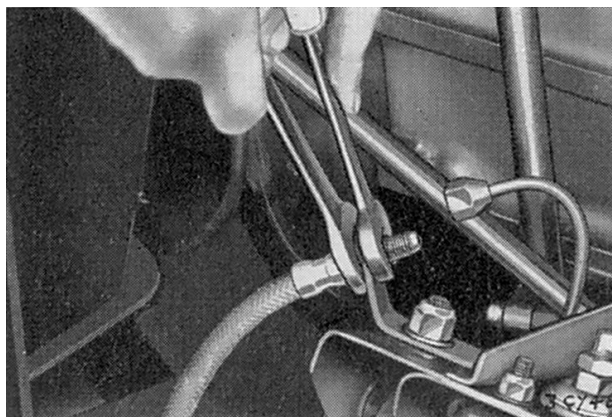

Fig. 2. Débranchement du flexible de frein hydraulique
3. Vider le système hydraulique et débrancher le flexible de frein hydraulique de l'attache ou du panneau latéral (Fig. 2).